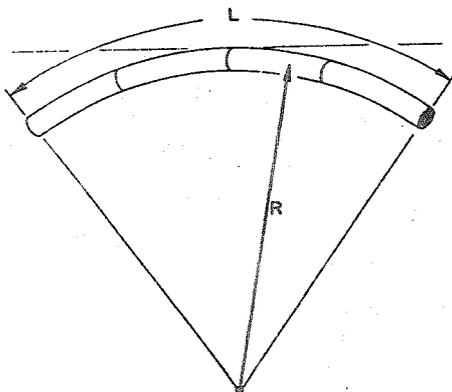

Fig.5 La curvatura di una stecca
dove I , l'integrale di $y^2 dA$, è il momento d'inerzia della sezione ortogonale intorno all'asse orizzontale attraverso il centro di massa, mentre E è il modulo di elasticità (modulo di Young), costante per ogni materiale. In altre parole, la (6) ci dice che se cerchiamo di curvare con un raggio di curvatura R [fig.5] una stecca, di un dato materiale e di una data forma, troveremo più difficoltà a farlo (più è rigida meno si curva), quanto più alto è il suo modulo di Young (che dipende dal materiale di cui è fatta) e quanto più alto è il suo modulo di inerzia (che dipende da come il materiale è distribuito rispetto alla zona neutra - più lontano è, meglio è -; ecco, per inciso, perchè le putrelle di acciaio si fanno in forma di H o di T!).